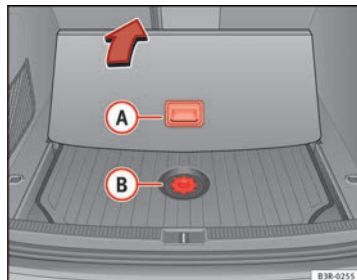

Abb. 192 Zugriff auf Werkzeugbox und Wagenheber
- Mit Hilfe des Haltegriffs (A) ⇒ Abb. 192 die Ladebodenabdeckung nach hinten schieben.
- Die Befestigungsschraube der Abdeckung (B) ⇒ Abb. 192 lösen.